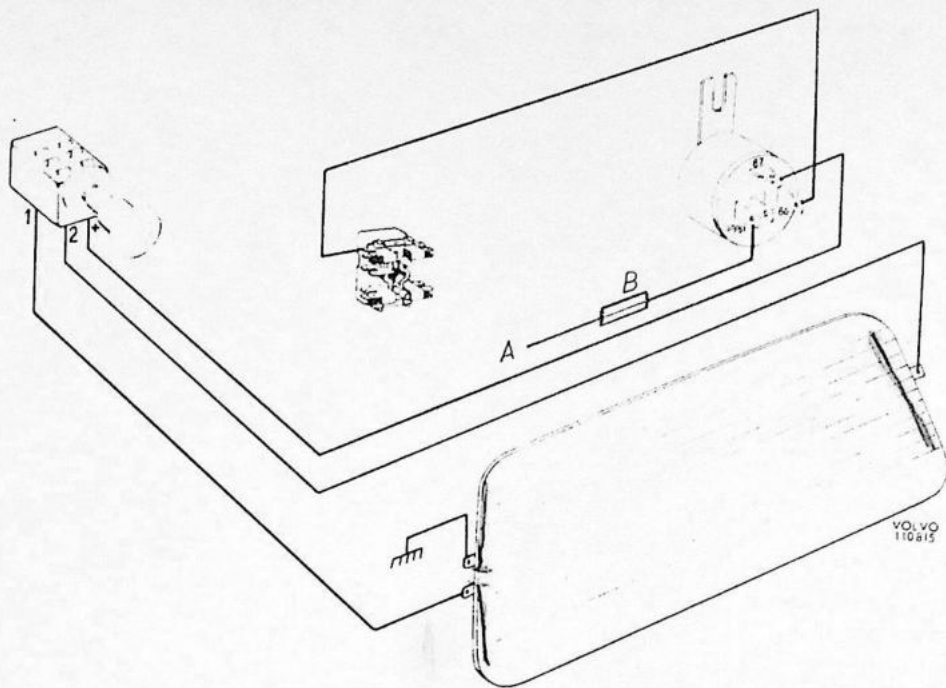

Fig. 2. Aansluitschema voor de Volvo 1800.
5. Sluit de elektrische bedrading voor de achterrautverwarming aan volgens het schema in Fig. 2.